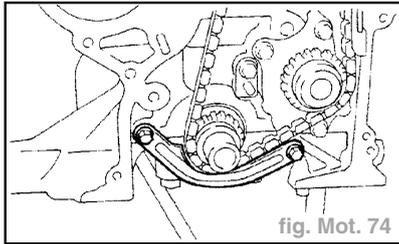

fig. Mot. 74
- Déposer les 2 boulons et le guide (fig. Mot. 74) (mot. 1.0 i).